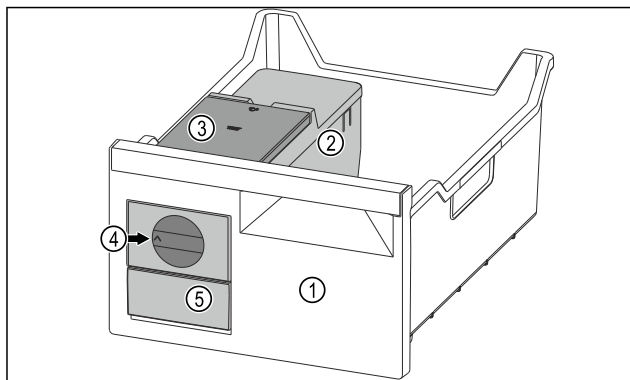

Fig. 122 Primjer izgleda
- Okrenite okretni gumb Fig. 122 (4) u smjeru kazaljke na satu do graničnika.
- Kockice leda padaju iz posude za kockice leda u ladicu za kockice leda Fig. 122 (5). Ako se sve kockice leda ne izvade iz posude za kockice leda: